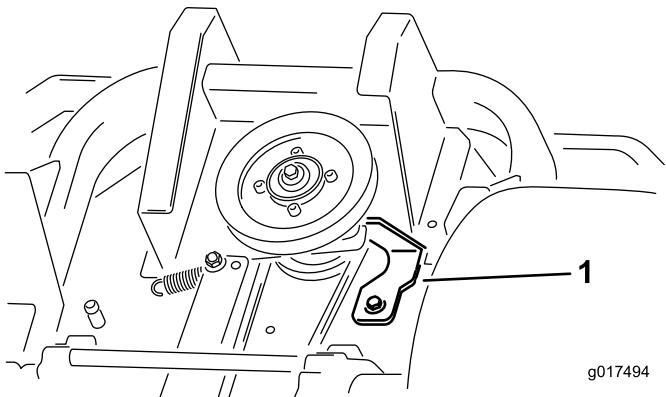

図 60
5. 図 60にあるクラッチストップを取り外す。
9. 図 60にあるクラッチストップを取り付ける。